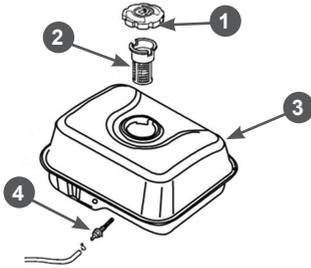

Рис. 16 Топливные фильтры
4. При незначительном загрязнении промойте поролоновый фильтрующий элемент 5 (Рис. 16) теплым мыльным раствором и просушите. Поврежденный или сильно загрязненный поролоновый фильтрующий элемент замените.
топливного бака. Второй фильтр конструктивно объединен со штуцером топливного бака и установлен внутри бака (Рис. 16).
Через каждые 300 часов работы необходимо производить очистку топливного бака от грязи и конденсата. Одновременно с очисткой топливного бака необходимо проверять и очищать фильтр 4, установленный внутри бака (Рис. 16). Поврежденный или сильно загрязненный фильтр необходимо заменить.
3. Выкрутите из топливного бака выходной штуцер 4 и произведите его очистку (Рис. 16). Внимательно осмотрите сетчатый фильтр. При обнаружении механических повреждений замените штуцер топливного бака.